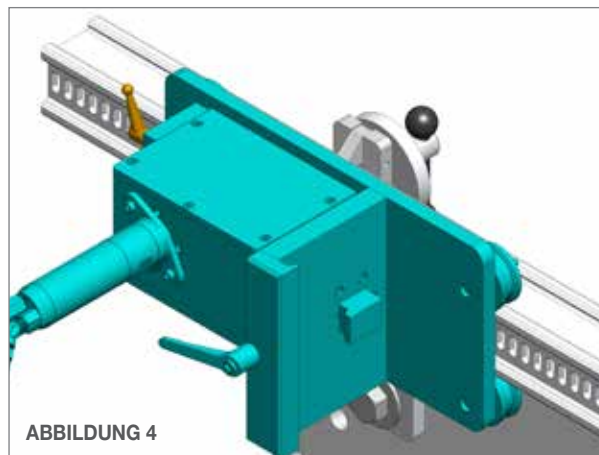

ABBILDUNG 4
4. Lösen Sie die **Schnelleinstellhebel** und ziehen Sie das Getriebe von der Schlittenplatte ab. Hierdurch gleitet der **horizontale Antriebsschlitten** ohne pneumatische Hilfsenergie auf die Schiene, um den Antrieb zu drehen. Zentrieren Sie den Schlitten auf der oberen Schiene und schieben Sie das Getriebe wieder auf die Schlittenplatte. Hierdurch rastet das Getriebe in die Schienen ein. Stellen Sie sicher, dass das Getriebe richtig in die Schienen eingerastet ist und ziehen Sie den Schnelleinstellhebel wieder an. **(Abbildung 4)**